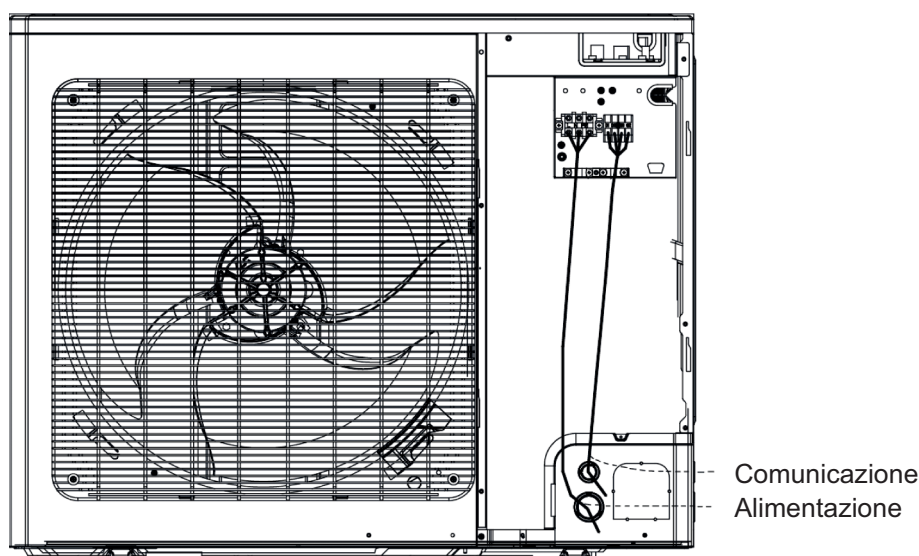

Fig. 25 Cablaggio di M-VMC-OV-80-NG, M-VMC-OV-100-NG, M-VMC-OV-121-NG
- (1) Per il cablaggio, fare riferimento alle Fig. 25 e 26. Se è presente il foro per la fascetta, fissare il cavo con la fascetta. Collegare il cavo di alimentazione e il cavo di comunicazione alla morsettiera corrispondente e alla vite di Terra sulla base dello schema elettrico.
- (2) Fare attenzione a che il cablaggio non sia in contatto con la tubazione e con l'apparecchio.
- (3) Le immagini riportate sono solo indicative per i cavi di alimentazione e di comunicazione. In caso di differenze tra le Figure e il Prodotto reale, fare riferimento al Prodotto reale.
- (4) Per il cablaggio elettrico, fare riferimento allo schema elettrico fornito con l'Unità.